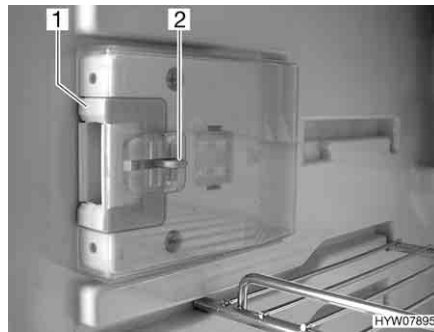
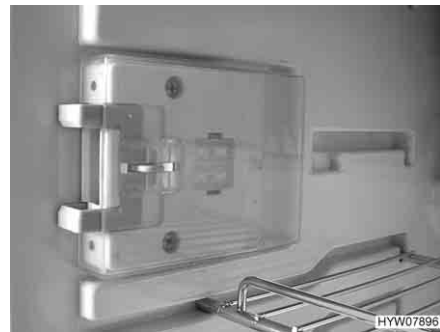

Bild 221 Låsanordning i normalläge
Bild 222 Låsanordning i ventilationsläge
- Tryck in frigöringen (Bild 221,2).
- Skjut låsanordningen (Bild 221,1) framåt (Bild 222).